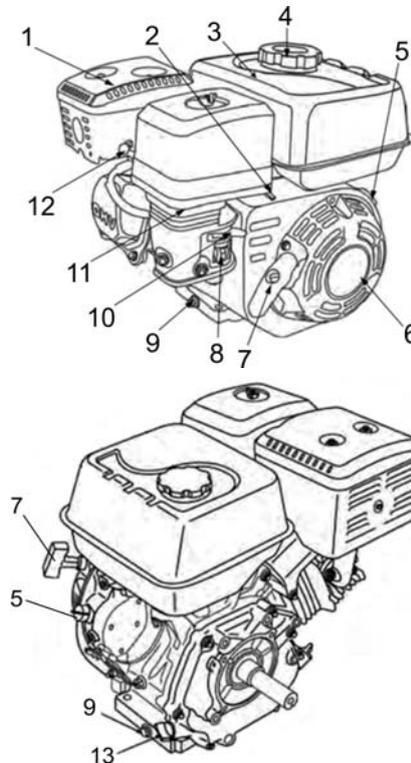

Abb. 13: Motor
**Handgriff (1):** Der Not-Halt-Bügel (2) am Handgriff verhindert das Starten der Maschine, wenn der Hebel nicht gedrückt wird. Der Motor kann in Gefahrensituationen durch Loslassen des Not-Halt-Bügel gestoppt werden.
**Führungsholm (3):** Der Führungsholm dient zum Lenken, Bewegen und zur Tiefeneinstellung der Frässcheibe (10) der Maschine und ist in der Höhe verstellbar.
**Feststellbremse (4):** Die Feststellbremse legt eine Bremsbacke am linken Rad an, wenn er nach hinten, zum Handgriff (1) gezogen wird. Die Feststellbremse muss beim Fräsen, Parken oder Transport immer angezogen sein.
**Antriebsriemenschutz (6):** Der Riemenschutz deckt die Antriebsriemen ab. Zum Wechsel der Antriebsriemen den Riemenschutz demontieren.
**Frässcheibe (10):** Die Frässcheibe ist mit Fräsklingen (9) bestückt, sie wird durch die Schutzabdeckung (7) gegen Zugriff abgedeckt.
**Steinschlagschutzmatte (11):** Die Maschine ist mit einer Steinschlagschutzmatte ausgestattet und dient als Hand- und Fußschutz.
**Hubhandgriffe (12):** Die Hubhandgriffe sind Zurr-/ Hebepunkte und erlauben ein ausgewogenes Heben der Maschine mit einem Kran.
**Motor (14)** → weiter unten
**Feststellhebel (15):** Dient zum arretieren des Führungsholmes. Achten Sie darauf, dass der Feststellhebel nach dem Justieren wieder eingreift.
**Gashebel (16):** Der Gashebel am rechten Handgriff steuert die Geschwindigkeit der Frässscheibe (10) und der Fräsklingen (9). Wird er ganz nach vorn geschoben steigt die Motordrehzahl auf MAX. und die Fliehkraftkupplung kuppelt automatisch die Frässscheibe ein.
**Motor (Abb. 13)**
**Auspufftopf (1):** Der Auspuff des Motors wird im Betrieb heiß. Achtung Verbrennungsgefahr!
**Kraftstofftank (3):** Der Tank hat ein Fassungsvermögen von 6,5 Liter und wird mit Kraftstoff über den Tankdeckel (4) befüllt.
**Motorschalter (5):** Hier wird der Motor ON/EIN und OFF/AUS geschaltet. In Gefahrensituationen den Not-Halt-Bügel (2) (1 - Abb. 13) loslassen und den Motorschalter aus OFF/AUS drehen. Der Motor schaltet ab (Zündung kurzgeschlossen).
**Reversierstarter (6)**
**Startergriff (7):** Dient zum Starten des Motors. Dazu den Startergriff kräftig zum Bediener hinziehen (bei kalten Temperaturen Choke ziehen).
**Kraftstoffhahn (8):** Der Kraftstoffhahn öffnet und schließt die Verbindung zwischen Tank und Vergaser.
**Öleinfüllschraube mit Messstab (13):** Öleinfüllschraube heraus-schrauben und den Ölstand mit dem Messstab überprüfen. Nur dann Öl nachfüllen, wenn der Ölstand unter dem empfohlenen Niveau liegt.